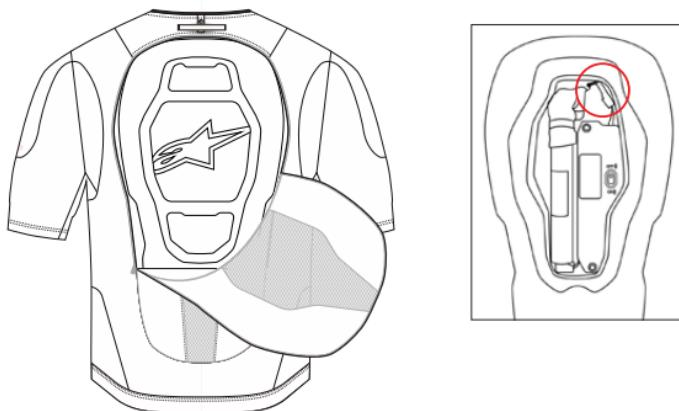

図23：LEDディスプレイ（3）の接続を外します
1. LED ディスプレイ（3）の取り外し - まず、システムを平らな場所に置きます。できれば作業台やテーブルの上に、システムの前面を下にして置きます。システムの背面にあるジッパーを開けると、バックプロテクター（4）があります。バックプロテクター（4）のマジックテープ留めカバーを開け、図23に示すように LEDディスプレイ（3）のコネクターを取り外します。